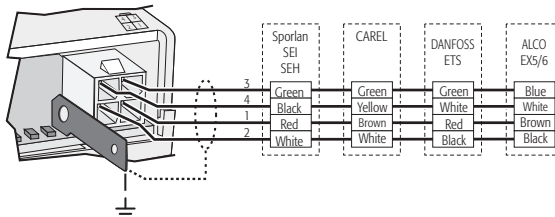

Fig. 3.16
- Ventil: Das Ventil gemäß Parametereinstellung "Valve type" anschließen (Abb. 3.16).